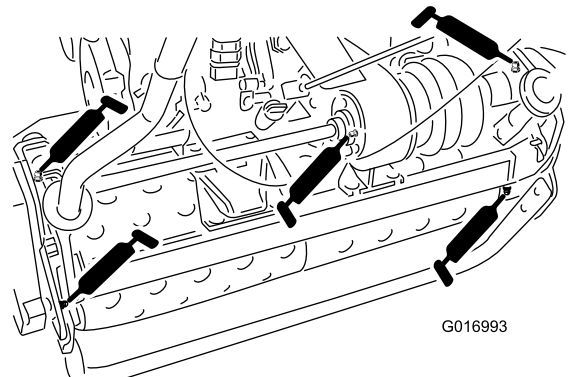

Figura 23
- 2 en los ejes del tambor (Figura 23)
- 3 en el diferencial (Figura 23)